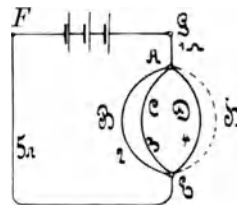

Fig. 13.
82. Gegeben sind 3 [5] (10) hintereinander geschaltete Elemente von je 1,1 [1,8] (1,47) V elektromotorischer Kraft und einem inneren Widerstand von 1,2 [0,24] (0,2) Ω . Die Widerstände des äußeren Kreises sind (Fig. 13) $GA = 1$ [2] (3) Ω , $ABE = 2$ [3] (2,5) Ω , $ACE = 3$ [4] (3,5) Ω , $ADE = 4$ [5] (6) Ω [$AHE = 6 \Omega$] und $EF = 5$ [7] (0,6) Ω . Der Punkt G ist zur Erde abgeleitet, wodurch erreicht wird, daß das Potential in G Null ist.